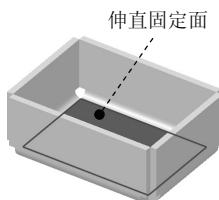

图 4.5.7 选取伸直固定面
Step1. 选择下拉菜单 **插入 (I)** → **成形 (R)** → **伸直 (U)...** 命令，系统弹出“伸直”对话框。
Step2. 选取固定面。在系统**选择非厚度平面或线性边以在部件伸直时保持固定**的提示下，选取图 4.5.7 所示的内表面为伸直固定面。